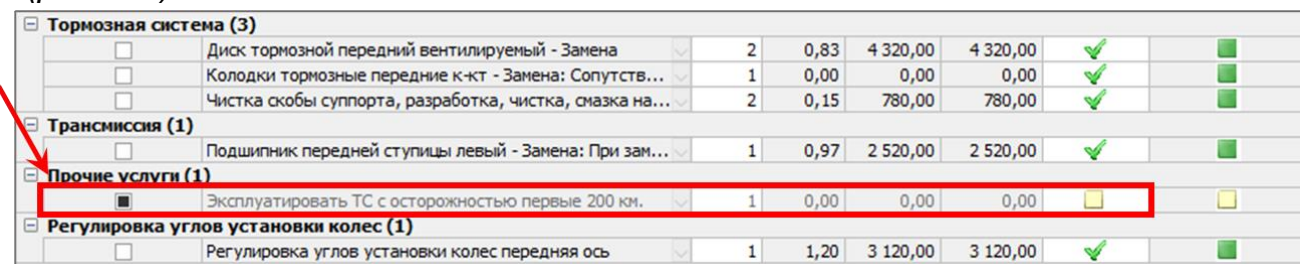

рис. 294
5.3. Во вкладке **Работы** появится строчка с этим предупреждением. Она останется у клиента в рекомендациях в финальных документах (рис.294).